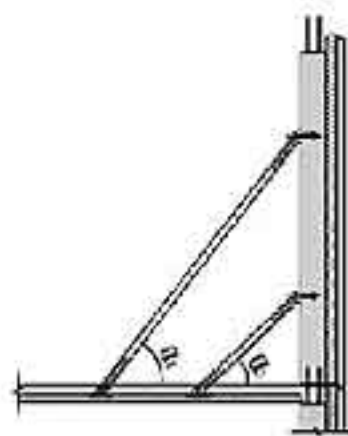

图11 墙板支撑示意图
8.9 外墙板施工过程中应设置临时支撑, 临时支撑固定方法见图11, 上支撑杆倾角 α_1 一般为 $45^\circ \sim 60^\circ$, 下支撑杆倾角 α_2 一般为 $30^\circ \sim 45^\circ$ 。本图集预制外墙板已预埋临时支撑用螺母MJ2, 支撑杆在楼板上的预埋件应另行设计, 混凝土强度达到设计要求后, 施工单位方可安装支撑杆, 支撑杆设计和验算应符合《混凝土结构工程施工规范》GB 50666-2011的要求。